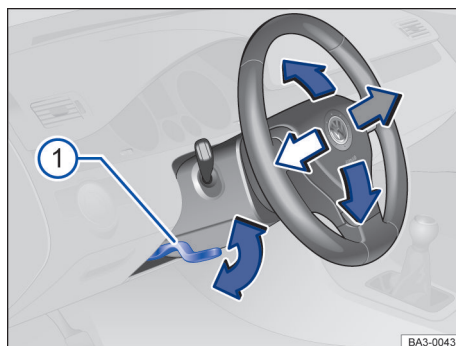

Fig. 61 Debajo y a la izquierda del volante junto con el revestimiento de la columna de dirección: palanca de ajuste de la posición del volante.
- Empujar la palanca hacia abajo sosteniéndola por su empuñadura → **fig. 61** ①.